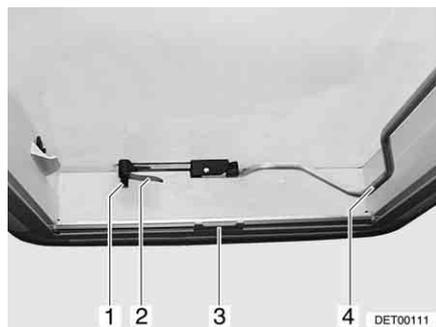
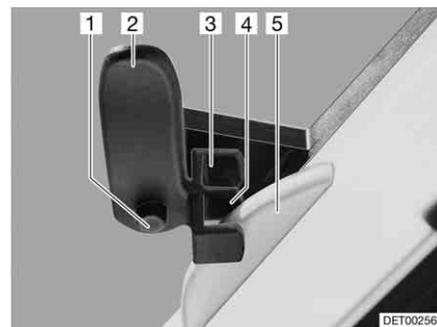

Bild 70 Heki-Dachhaube, geschlossen
Bild 71 Heki-Dachhaube in Lüftungsstellung 1
*Öffnen:* ■ Sicherungsknopf (Bild 70,1) drücken und Verriegelungshebel (Bild 70,2) eine viertel Umdrehung nach innen drehen.
■ Bügel (Bild 70,4) nach unten aus der Arretierung ziehen.
*Schließen:* ■ Bügel (Bild 70,4) nach unten aus der Arretierung ziehen.
■ Verriegelungshebel (Bild 70,2 und Bild 71,2) eine viertel Umdrehung drehen. Die Nase der Dachverriegelung (Bild 71,5) muss dabei in die obere Verriegelungsgabel (Bild 71,3) eingreifen.
- Sicherungsknopf (Bild 71,1) drücken und Verriegelungshebel (Bild 71,2) zurückdrehen. Die Nase der Dachverriegelung (Bild 71,5) muss dabei in die untere Verriegelungsgabel (Bild 71,4) eingreifen.